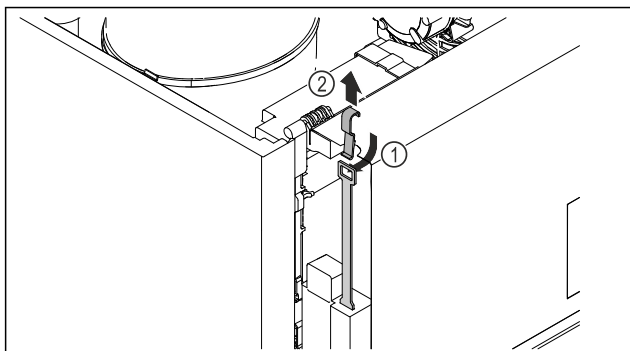

Fig. 248
- Skub nødoplåsningsnøglen Fig. 248 (1) ind oppefra, sæt den i låsen, og træk den opad Fig. 248 (2).